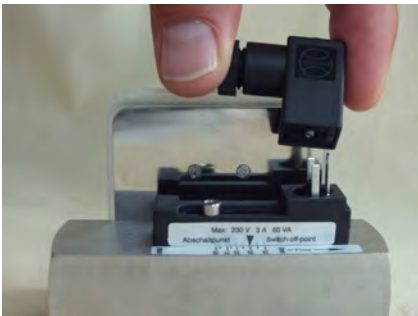

Abb. 68: Steckerdose abziehen
2. ➤ Steckerdose mit dazugehöriger Dichtung (Abb. 68) nach oben abziehen